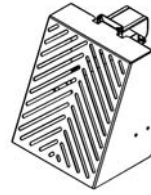

Abb. 2.6.4
2.6.5 Schutz der Einfüllöffnung bei Verwendung einer Lochscheibe mit Löchern > 8 mm (Fig. 2.6.4)